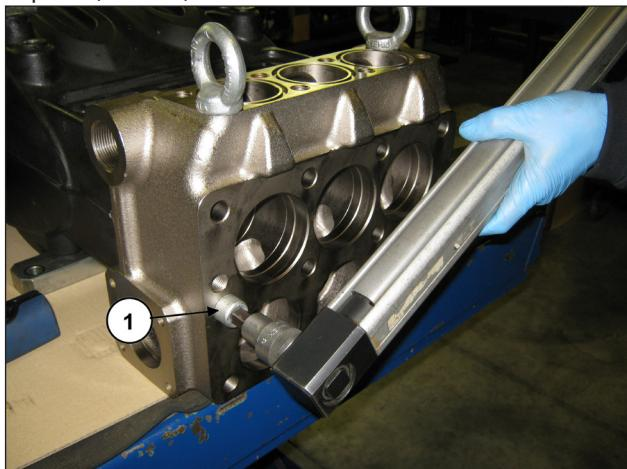

Рис. 114
Теперь можно снять торец с картера насоса, открутив 2 винта M16x180 (поз. ①, Рис. 114).